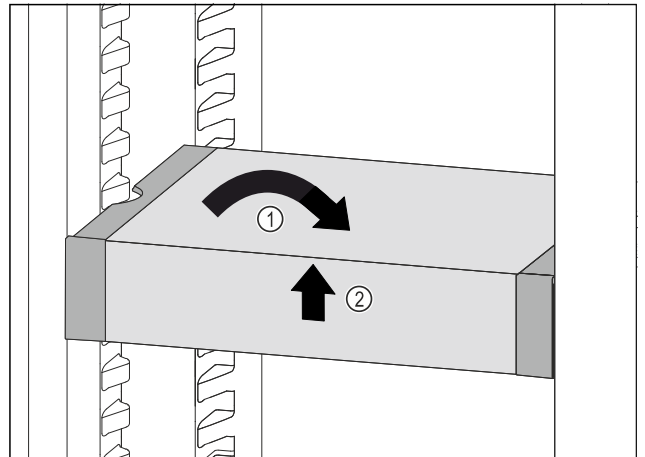

Fig. 53
- Вирівняти VarioSafe. Fig. 53 (1)
- Підняти VarioSafe спереду. Fig. 53 (2)